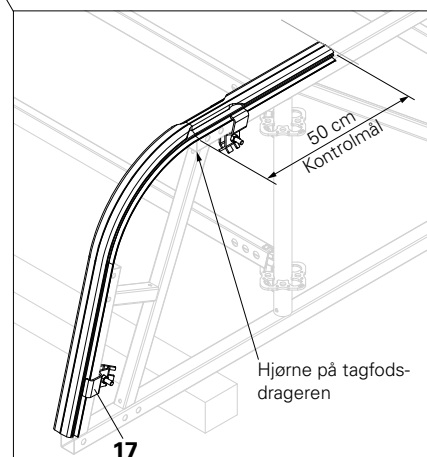

Fig. A2.01a
→ Kedertagfodens overlap på øverste rør (Fig. A2.01a)
3. Fastgør kederlåsen (**17**) på kederskinnen. (Fig. A2.01a)